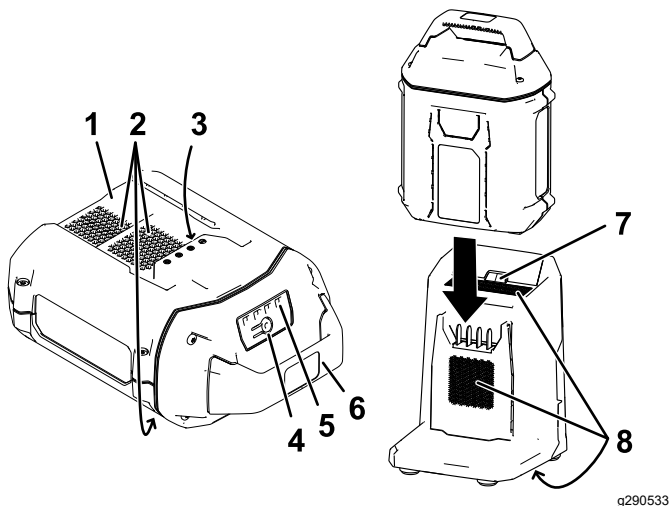

Figure 19
3. Insérez la batterie dans le chargeur jusqu'à ce qu'elle soit complètement enclenchée (Figure 19).
2. Placez le creux de la batterie (Figure 19) devant la languette du chargeur.